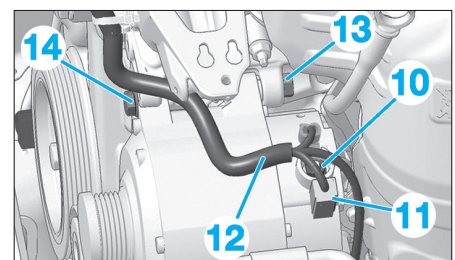

Fig. 5
- l'écrou (10) (Fig.5).
- Débrancher le connecteur (11).
- Ecarter le faisceau (12).
- Desserrer la vis (13) de 3 tours.
- la vis (14),